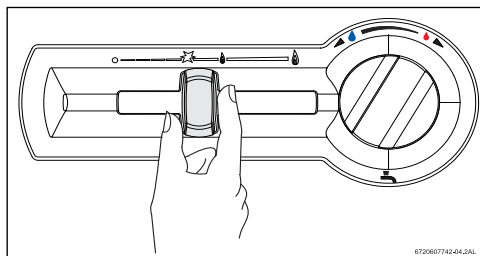

Fig. 5
- Commuter, en premier lieu, le bouton de réglage coulissant de la position « Eteindre » à la position « Allumer » (Fig. 5).